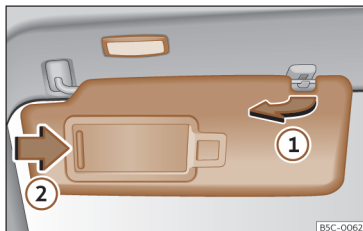

Fig. 111 Pala do sol.
- A pala do sol pode ser puxada para fora da fixação e ser virada para a porta >>> Fig. 111 ①.